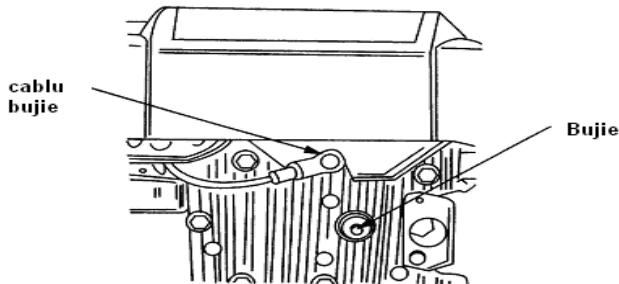

FIG. 4
**Déconnectez la fiche de la bougie (voir FIG. 4) afin d'éviter le démarrage**